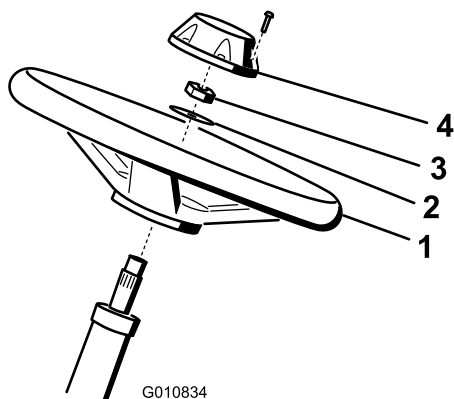

図5
1. ハンドルをステアリングシャフトにはめ込む(図5)。
2. ワッシャをステアリングシャフトにはめ込む(図5)。
$2.83.6\text{ kg/m} = 2026\text{ ft}\cdot\text{lb}$ にトルク締めする(図5)。
4. キャップを取り付け、ボルト6本で固定する(図5)。